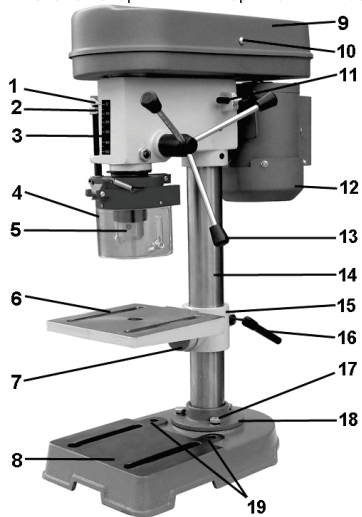
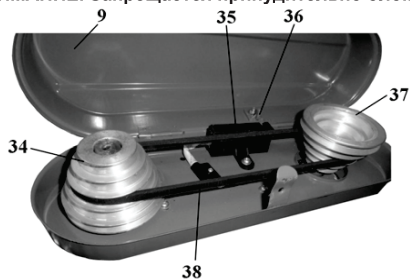
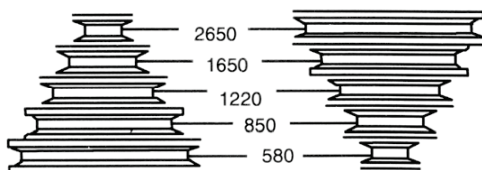
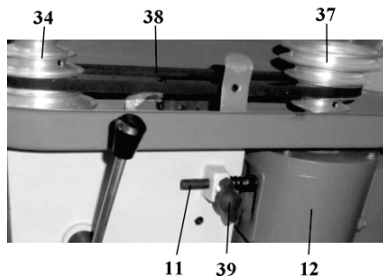

Рис. 2
Рис. 8
Рис. 9
Рис. 10
- 6.1. Станок сверлильный вертикальный состоит из следующих сборочных единиц и деталей, Рис.2,3:
Перед использованием станка, его необходимо закрепить на ровной поверхности верстака (рабочего стола) при помощи двух резьбовых соединений (не комплектуются) через отверстия (19) в основании (8), Рис.2. Обязательно используйте при креплении плоскую и пружинную шайбы на каждый болт (не комплектуются).
9.1. Установите на ровную прочную поверхность верстака основание (8) станка, Рис.2.
9.2. Установите на основание (8) колонну (14), Рис.2 и закрепите опору (18) колоны (14) тремя прилагаемыми болтами (17), Рис.2.
9.3. Установите рабочий стол (6) на колонне (14), положение зажимной муфты (15) закрепите ручкой фиксации (16), Рис.2.
9.7. Установите сверлильный патрон (5), Рис.2, на шпиндель станка, (предварительно необходимо удалить с его
поверхности смазку, а также очистить от смазки внутреннюю посадочную поверхность сверлильного патрона (5), Рис.2). Закрепите сверлильный патрон (5), Рис.2, на шпинделе легким ударом через деревянный брусок, кулачки сверлильного патрона (5) при этом должны быть сведены.
10.2. Перед тем как включить станок, проверьте надёжность закрепления верхнего кожуха (9) винтом (10), Рис.2. Ключ к сверлильному патрону **не должен** оставаться в сверлильном патроне (5), Рис.2. Режущий инструмент (сверло) не установлен, то кулачки сверлильного патрона (5) должны быть сведены, Рис.2.
10.4. Контроль глубины сверления «глухих» отверстий производится по шкале (3) и указателю (1), Рис.2.
Регулировка (ограничение) глубины сверления производится гайками (2), Рис.2.
10.5. Установка высоты рабочего стола (6) задается перемещением зажимной муфты (15) на колонне (14). Перед изменением положения зажимной муфты (15) на колонне (14) необходимо ослабить её положение ручкой фиксации (16). После установки рабочего стола (6) на необходимую высоту ручкой фиксации (16) надёжно закрепите положение зажимной муфты (15), Рис.2.
10.6. При открытии кожуха (9) ременной передачи, Рис.2,8, станок отключится. Включение станка возможно только после закрытия кожуха (9) ременной передачи, Рис.2,8 и нажатия на зелёную кнопку ВКЛ (21), Рис.2. (см. п.10.3.). Если станок не включается, выполните регулировку положения кулачка (36).
**ВНИМАНИЕ: Запрещается принудительно блокировать конечный выключатель (35).**
10.7. Перемещение шпинделя производится ручкой подачи (13), Рис.2. При сверлении отверстий контролируйте величину подачи режущего инструмента во избежание контакта режущего инструмента с тисками (26) или рабочим столом (6), Рис.2,5.
10.8. Скорость вращения шпинделя регулируется изменением положения клинового ремня (38) на ручьях шкивов (34 и 37), Рис.8, 9. Можно установить 5 режимов частоты вращения шпинделя, Рис.9.
Для изменения режима вращения шпинделя предварительно следует ослабить натяжение клинового ремня (38), Рис.8. Для этого необходимо ослабить винт фиксации (39), Рис.10. Переместите электродвигатель (12) со шкивом (37) в направлении шкива (34), так как на оси (11) установлена пружина; положение зафиксируйте винтом фиксации (39), Рис.10. В соответствии с намеченной операцией и согласно таблице 2 и Рис. 9 необходимо установить ремень (38) на ручьях шкивов (34 и 37), Рис.8 -10.
**Натяните клиновой ремень (38), для чего переместите электродвигатель (12) со шкивом (37) в направлении натяжения клинового ремня (38); положение надёжно зафиксируйте винтом фиксации (39).**
10.9. Для установки угла поворота поверхности рабочего стола (6) относительно режущего инструмента необходимо:
- ослабить болт крепления поворотного фланца (7) к зажимной муфте (15), Рис.2;
- по показаниям шкалы (25) установить и закрепить положение рабочего стола (6), Рис.2,4.